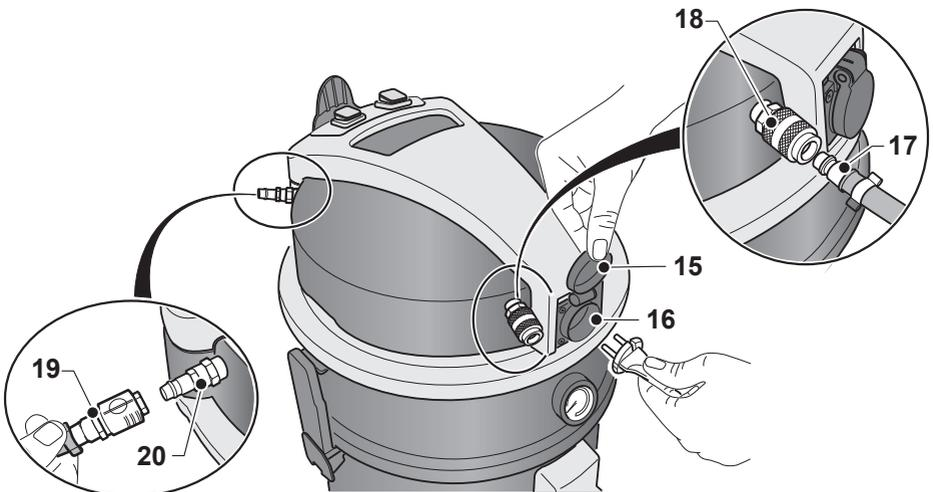

Fig. 9
- Den Deckel (15 Abb. 9) anheben und den Stecker des Elektrowerkzeugs in die Steckdose (16 Abb. 9) auf dem Oberteil des Saugers stecken (höchste zulässige Leistung 2000 W).